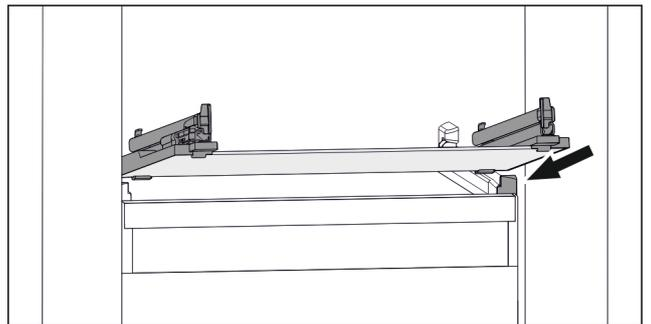

Fig. 122 玻璃隔板例图
- ▶ 将玻璃隔板斜放在止动器后面。(参见 Fig. 122)